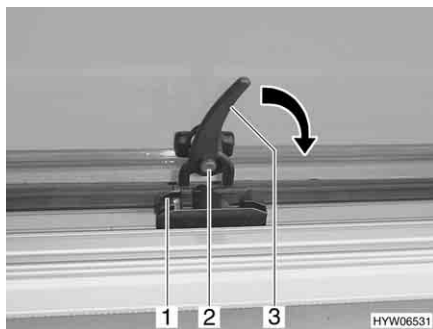

Fig. 37 Leva di serraggio in posizione "aperto"
- Premere il bottone di sicurezza (Fig. 37,2) e mantenerlo premuto.
- Ruotare la leva di serraggio (Fig. 37,3) nella direzione della freccia di un quarto di giro verso il telaio della finestra.
- Ruotare la leva di serraggio (Fig. 37,3) di un quarto di giro verso il centro della finestra.
- Ruotare la leva di serraggio in senso antiorario. Il bloccaggio deve entrare nell'apertura sinistra (Fig. 37,1) del dispositivo di bloccaggio (Fig. 38).
- Rilasciare il bottone di sicurezza (Fig. 37,2).